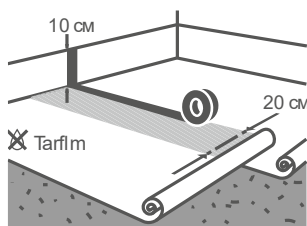

Рисунок 5
- 10.1 Уложить пароизоляционную полиэтиленовую плёнку Tarfilm толщиной 200 мкм (0,2 мм) по всей площади помещения с загибом на стену не менее 10 см. При использовании нескольких полотен пароизоляционной плёнки необходимо сделать нахлёст 20 см, который должен быть зафиксирован клейкой лентой по всей длине (см. Рисунок 5). Излишки плёнки, заходящие на стену, срезаются после установки спортивного плинтуса.